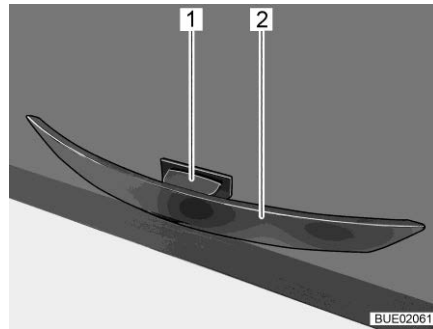

Fig. 84 Poignée avec touche de déverrouillage
- Pousser la touche de déverrouillage (Fig. 84,1) et la maintenir poussée.
- Tirer sur la poignée (Fig. 84,2) jusqu'à ce que la porte de placard s'ouvre.